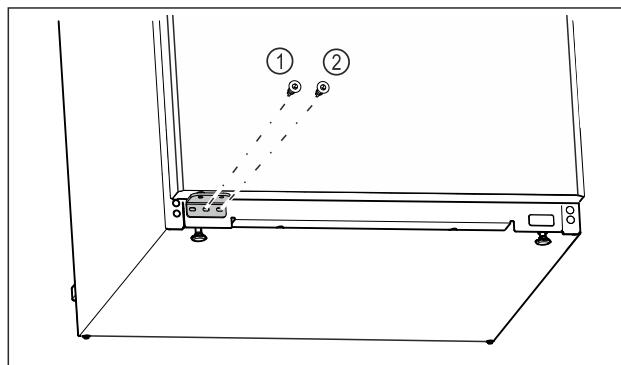

Fig. 23
- ▶ Csavarozza a helyére a csapágybak középső csavarját Fig. 23 (1) Torx 20 csavarhúzóval.
- ▶ Csavarozza a helyére a csapágybak belső csavarját Fig. 23 (2) Torx 20 csavarhúzóval.